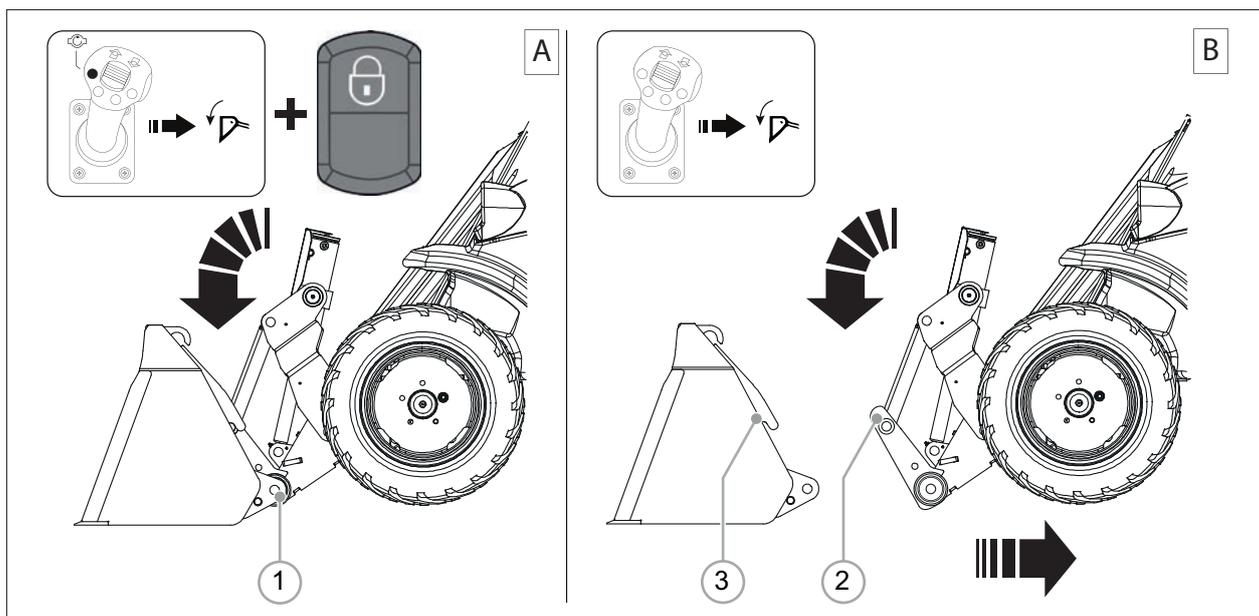

РИС. 28
- 2) Нажмите и удерживайте оранжевую левую кнопку джойстика и одновременно нажмите кнопку отсоединения навесного оборудования, чтобы штифты (РИС. 28 - Сс. 1) вышли, после чего стандартный ковш можно опустить.
- 4) Осторожно маневрируя, отсоедините универсальную систему крепления машины от стандартного ковша, чтобы снять круглый профиль (РИС. 28 - Сс. 2) с изогнутых петель ковша (РИС. 28 - Сс. 3).